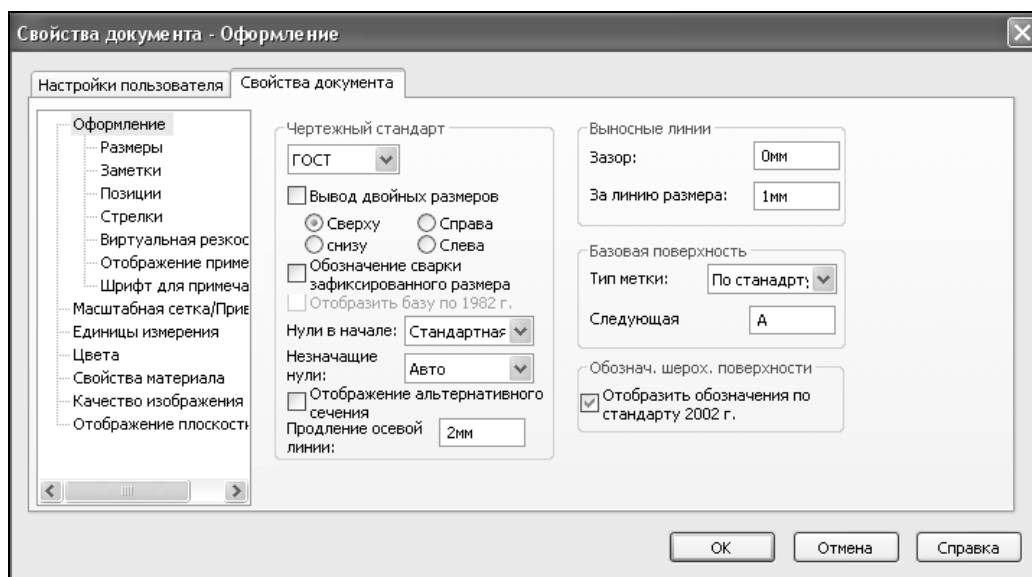

Рис. 1.4
3. Нажмите кнопку  — **Параметры** на панели инструментов **Стандартная** или выберите в меню **Инструменты | Параметры**. Откроется диалоговое окно **Свойства документа - Оформление**, показанное на рис. 1.4.